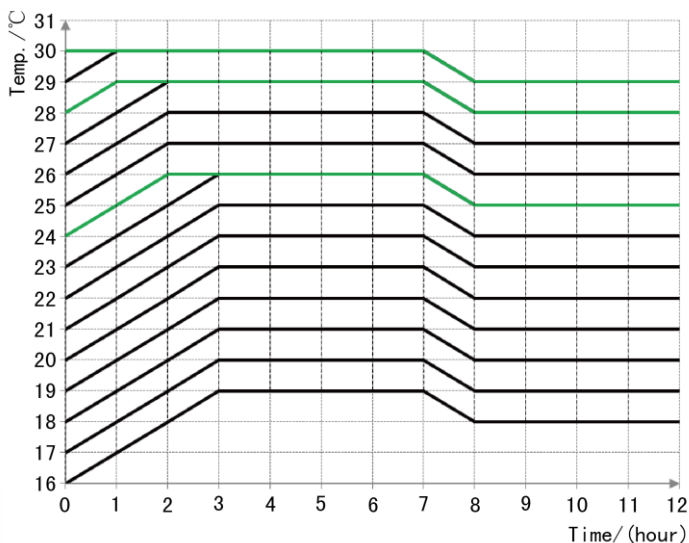

Рис.14 Диаграмма работы ночной (Sleep) функции в режиме охлаждения.
- ①. При восстановлении электропитания после сбоя функция ночной работы будет отключена; блок будет выключен.
- ②. Функция ночной работы не работает совместно с режимом вентиляции.
- ③. При активации функции маломощной работы она будет продолжать работать вне зависимости от того, активна функция ночной работы или нет.
- ④. При активации функции ночной работы в режиме охлаждения диапазон уставок может составлять 16-23°C, 24-27°C, 28-29°C или 30°C. У каждой уставки будет отдельный график (см. рис. 14). Если температурная уставка составляет 25°C, то каждый час она будет повышаться на 1°C до 27°C. Через 7 часов температурная уставка опустится до 26°C, и кондиционер продолжит работу на этой температуре.